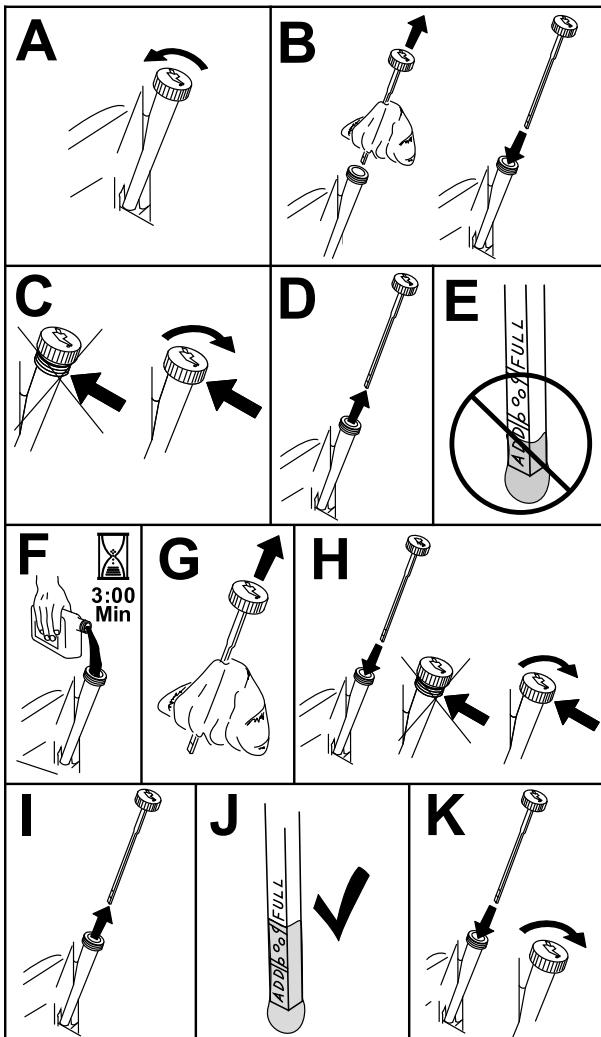

Figura 41
- Pentru a îne murdăria, iarba tăiată etc. departe de motor, curățai zona din jurul buonul rezervorului de ulei i al joiei înainte de a o scoate (Figura 41).